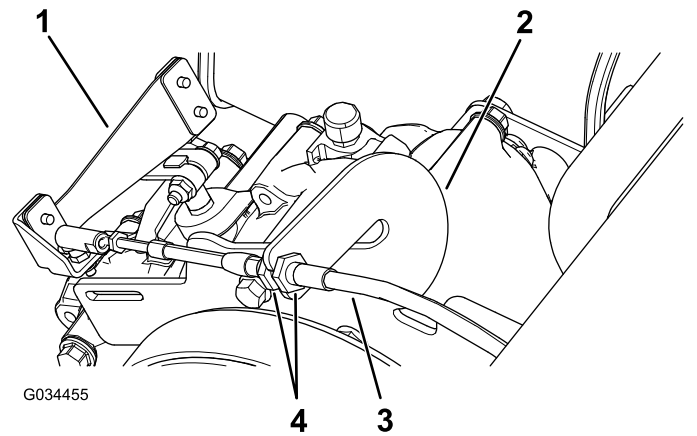

Figura 62
1. Afloje las contratuercas del cable del cambio de marchas y ajústelas según sea necesario (Figura 62).
2. Compruebe la posición del cambio de marchas girando el selector de marchas a las 3 posiciones diferentes y compruebe si la palanca de cambios (Figura 62) se desplaza correctamente al cambiar de marcha; consulte Palanca de cambios e indicador del cambio de marchas (página 12).